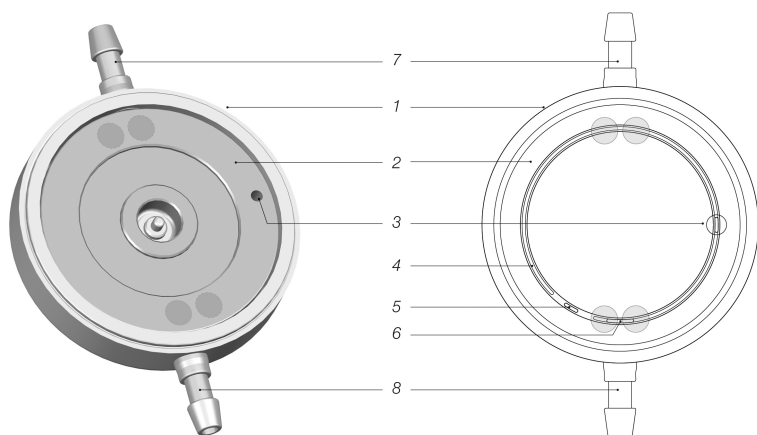

Fig. 1: Sezione trasversale di M.flow
M.flow è una valvola realizzata in titanio unità di riduzione del flusso regolabile e con una funzione aggiuntiva di disattivazione dello shunt (Fig. 1).